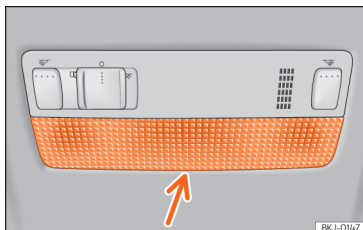

Fig. 175 Luz dianteira de leitura.
- Introduza uma chave de fendas fina, com a parte plana, entre a carcaça e o vidro >>> **Fig. 175**.